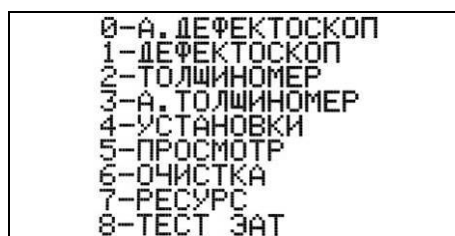
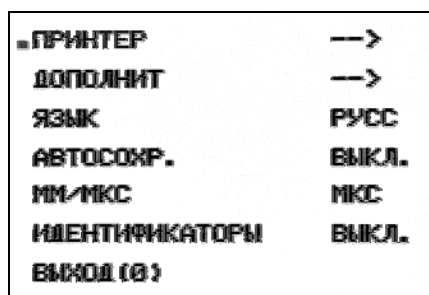
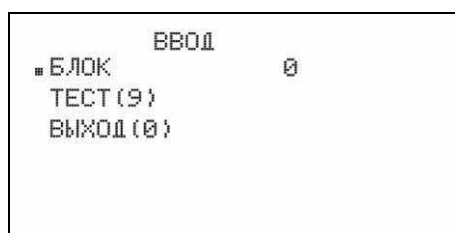

Рисунок 19 - Основное меню дефектоскопа.
Рисунок 20 - Меню изменения установок дефектоскопа.
Рисунок 24 - Меню теста электронно - акустического тракта установки.
В основном меню (см. рисунок 19) находится список режимов дефектоскопа.
4.3.1 Для изменения установок дефектоскопа необходимо нажать клавишу «4» в основном меню дефектоскопа (см. рисунок 19). На экране появится меню параметров дефектоскопа (см. рисунок 20).
4.4.1 Для просмотра результатов контроля необходимо нажать клавишу «5» в основном меню дефектоскопа (см. рисунок 19). На экране появится меню просмотра результатов ручного и автоматизированного контроля (см. рисунок 21).
4.5.1 Для освобождения памяти дефектоскопа от результатов ручного и автоматизированного контроля необходимо нажать клавишу «6» в основном меню дефектоскопа (см. рисунок 19). На экране появится меню очистки памяти (см. рисунок 22).
4.6.1 Для просмотра ресурса дефектоскопа или установка текущей даты и времени необходимо нажать клавишу «7» в основном меню дефектоскопа (см. рисунок 19). На экране появится меню с текущим состоянием дефектоскопа и установленными датой и временем (см. рисунок 23).
4.7.3 Для проведения теста ЭАТ необходимо нажать клавишу «8» в основном меню дефектоскопа (см. рисунок 19). На экране появится меню теста ЭАТ (см. рисунок 24).